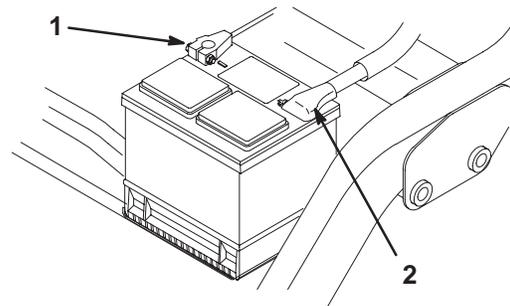

Bild 4
4. Klemmen Sie das Pluskabel (Rot) am Pluspol (+) der Batterie und das Minuskabel (Schwarz) am Minuspol (-) der Batterie an, wobei Sie die Kopfschrauben und Muttern verwenden (Bild 4). Ziehen Sie den Gummischuh über den Pluspol, um Kurzschlüssen vorzubeugen.